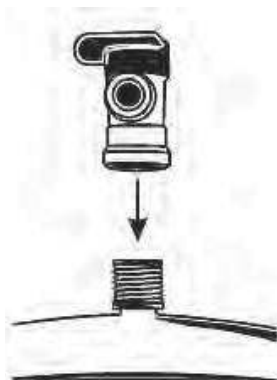

Рис. 12
2. Подсоедините шаровой кран бака к вершине накопительного бака (см. **рис. 12**). Во избежание повреждения крана не прилагайте больших усилий при накручивании рукой.